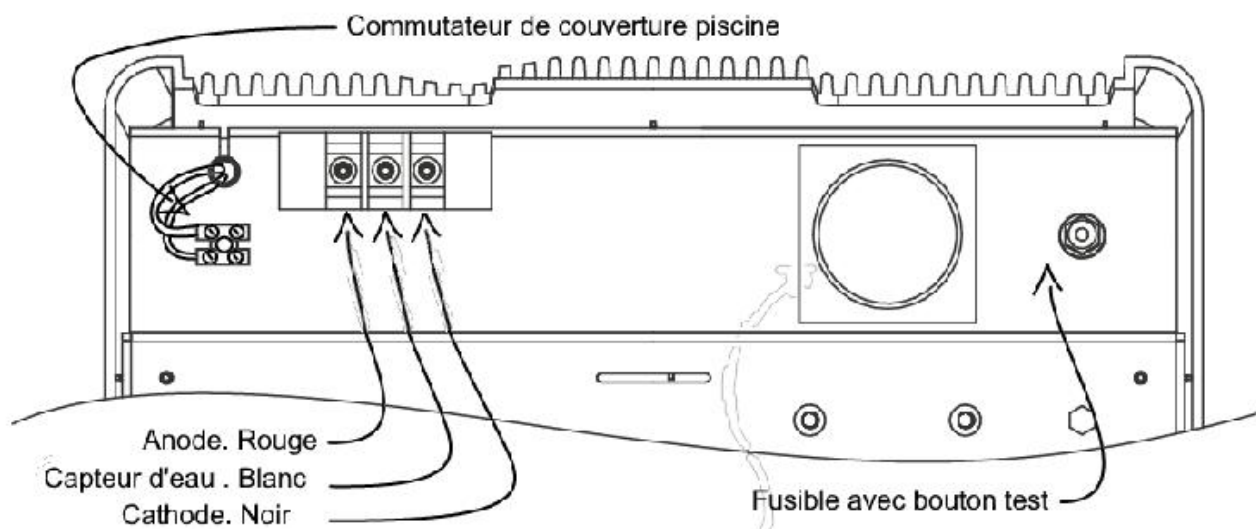

Figure 3.3
- (Voir schéma ci-dessous dans la figure 3.3).
Ce modèle d'électrolyseur est livré avec un fusible réarmable (voir figure 3.3).